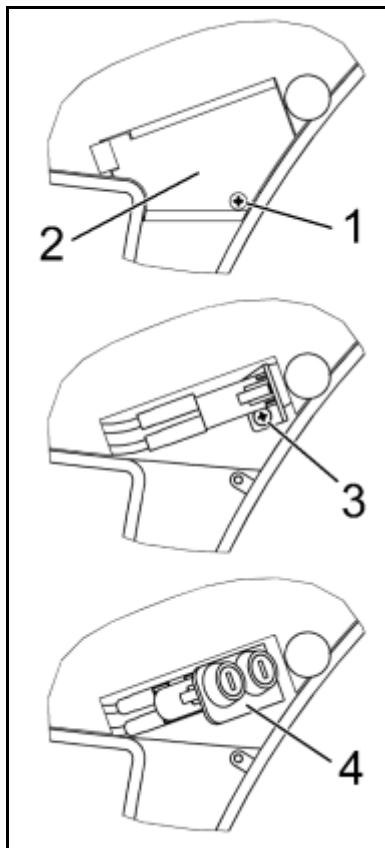

Fig. 22: Sostituzione dei fusibili
1. Svitare la vite (Fig. 22/1) e togliere il coperchio (2).
2. Svitare la vite (3) e sfilare il portafusibili (4).
3. Aprire il portafusibili (4) con un cacciavite a intaglio e sostituire i fusibili guasti con quelli nuovi (per la specifica dei fusibili si rimanda al Capitolo 4, pag. 9).
4. Richiudere il portafusibili (4) e rimontarlo in sede.
5. Rimontare il coperchio (2).